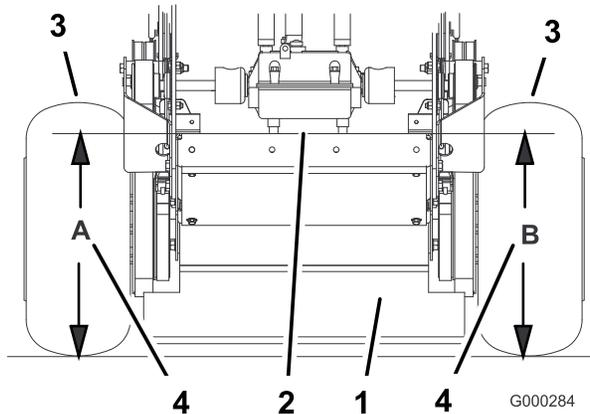

Figure 61
4. Mesurez la hauteur du plancher moteur au point **A** (Figure 61).
5. Mesurez la hauteur du plancher moteur au point **B** (Figure 61).